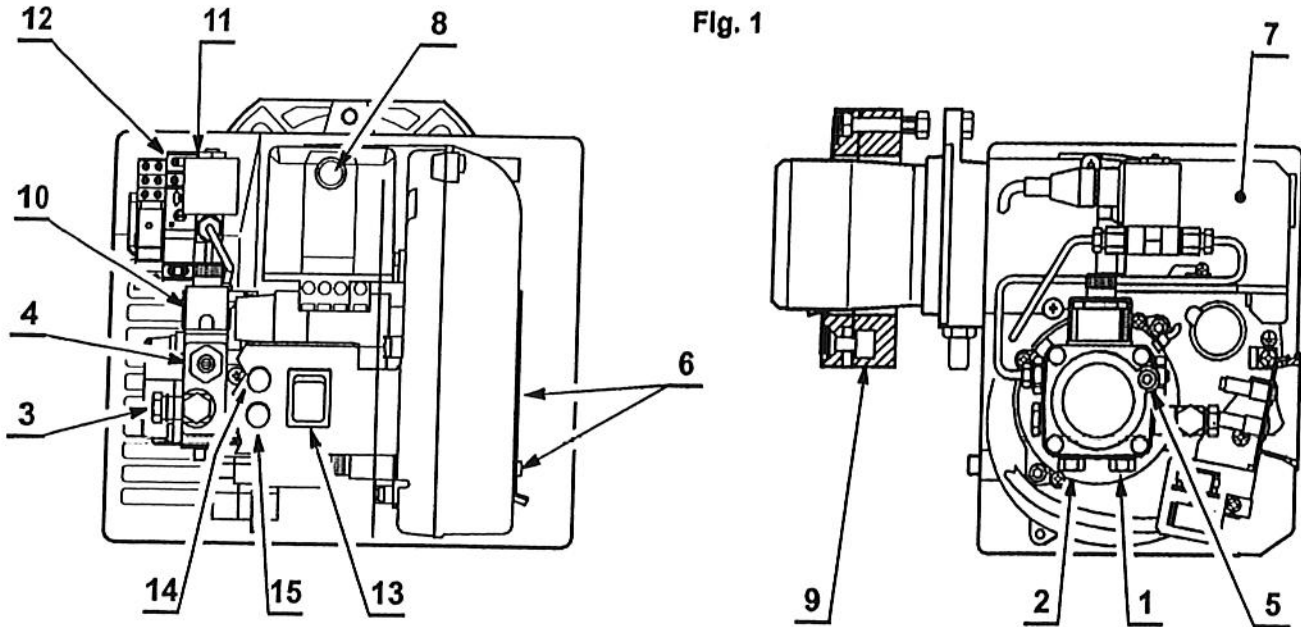

Fig. 1
- Le joint isolant (fig. 1) et l'entretoise (4) prévue de série doivent absolument être placés entre la porte de la chambre de combustion et la bride du brûleur.
Desserrer le bouchon du raccord vacuomètre (5, fig. 1, page 2) et attendre la sortie du fuel.